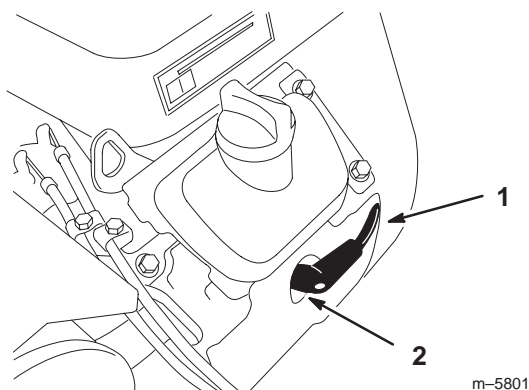

Figure 41
2. Débranchez les fils des bougies (Fig. 41). Nettoyez la surface autour des bougies pour éviter que des impuretés n'endommagent le moteur en tombant à l'intérieur.
3. Connectez les fils aux bougies (Fig. 41).